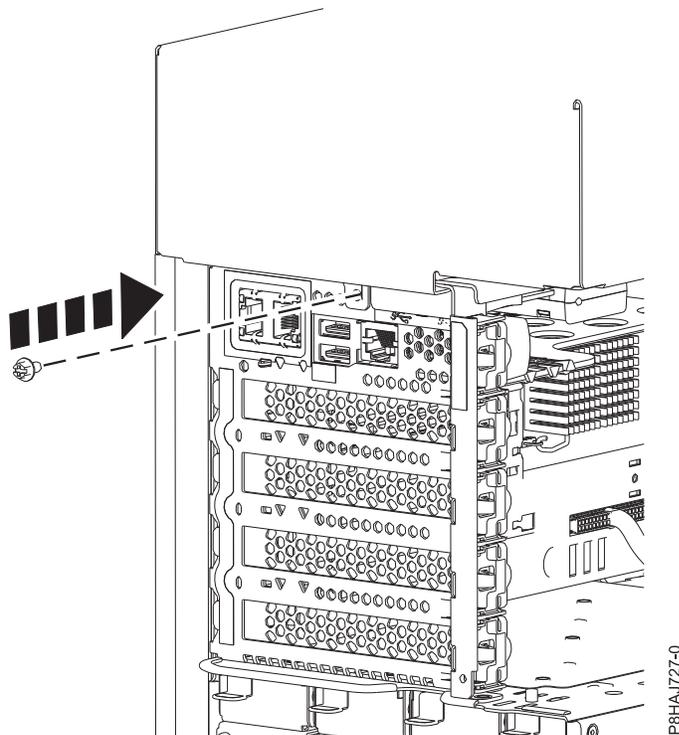

Abbildung 27. Anbringen der Schraube der Seitenabdeckung bei einem Standalone-System vom Typ 8286-41A
5. Bringen Sie die hintere Schraube der Seitenabdeckung mit einem Kreuzschlitz-Schraubendreher an (siehe Abb. 27 auf Seite 46).